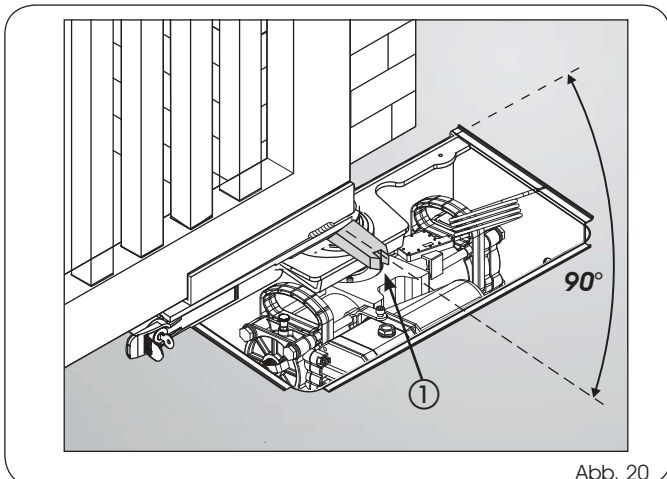

Abb. 20
11) Das entriegelte Tor in die offene Position bringen und kontrollieren, dass der vom Tor gelöste Entriegelungsteil **in der Position des geschlossenen Tors bleibt, wie in Abb. 20, ① gezeigt ist.**